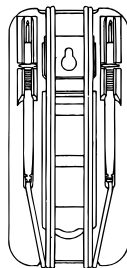

Рис. 6.2
2. Использовать для фиксации обеих измерительных щупов в нерабочем состоянии мегомметра (рис. 6.2).